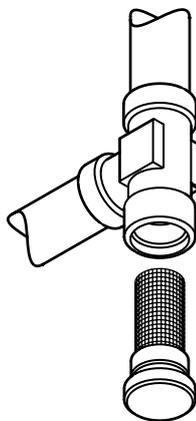

Fig. 34
4.8.2 Limpieza del filtro "Aqua Guard Filter System" (fig. 34)